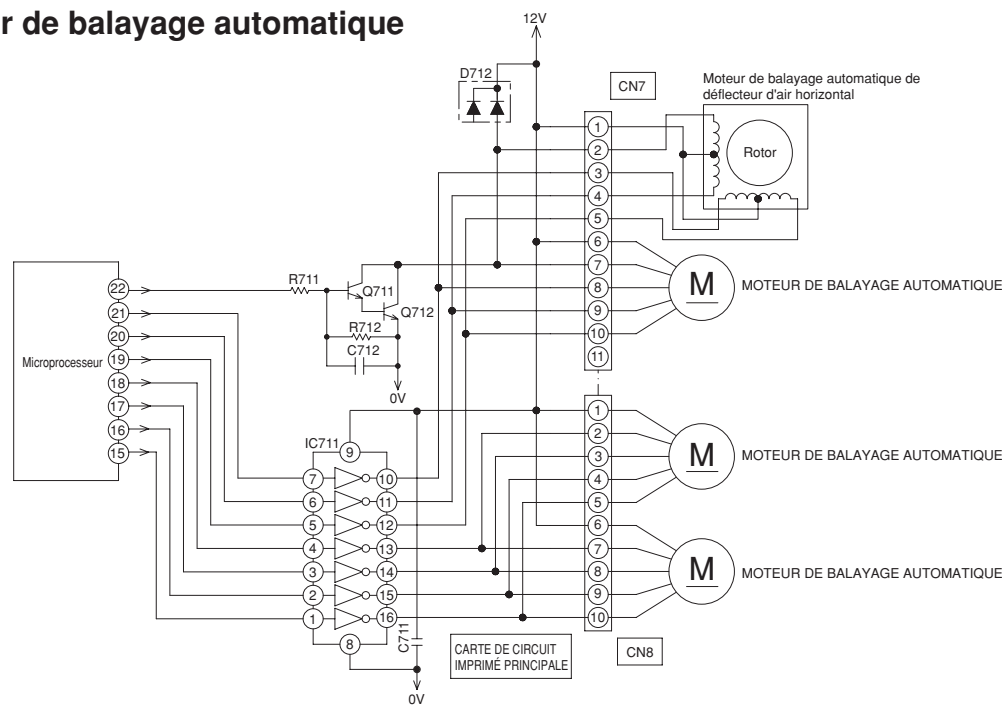
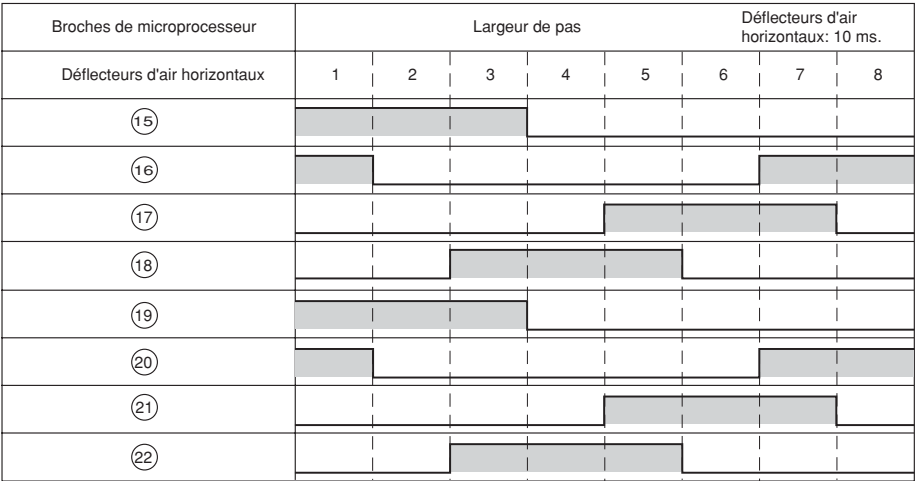

Fig.4-1
Fig. 4-2 Signaux de sortie de microprocesseur
- La Fig. 4-1 représente le circuit de commande de moteur de balayage automatique; les signaux représentés sur la Fig. 4-2 sont délivrés par les broches ⑮ – ⑳ du microprocesseur.
- Alors que les sorties du microprocesseur changent comme indiqué sur la Fig. 4-2, le noyau du moteur de balayage automatique est excité pour faire tourner le rotor. Le tableau 4-1 représente l'angle de rotation des déflecteurs d'air horizontaux.